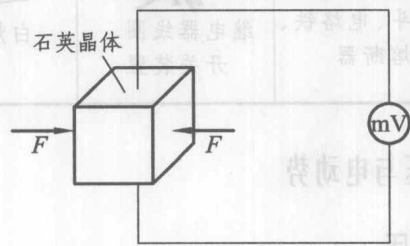

图 1-7 通过压力产生电压
(4) 图 1-7 所示是通过晶体的形变来产生电压（压电效应）。将压电晶体与高内阻的电压表相连接，并在其表面施加压力，当压力增大或减小时，电压表将显示出电压。